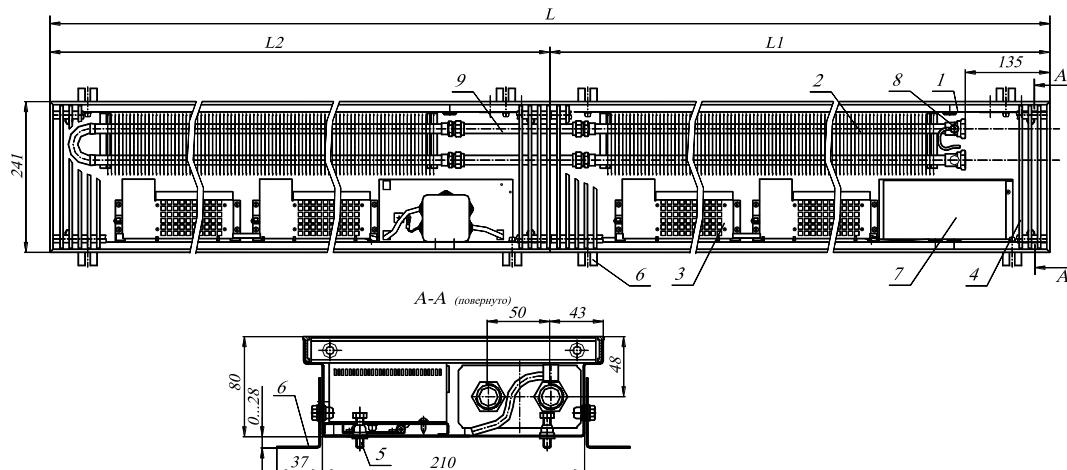
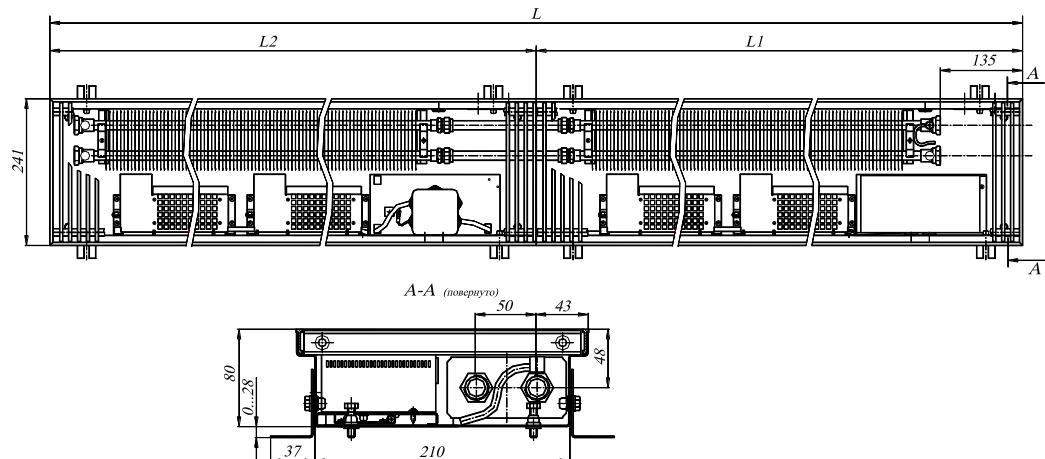

Рис.1 Конвектор KVК 24.08.310...600 - концевой с правосторонним подключением.
Рис.2 Конвектор KVKP 24.08.310...600 - проходной.
4.2 Размеры и технические характеристики изделий представлены на Рис.1, Рис.2 и в таблице.